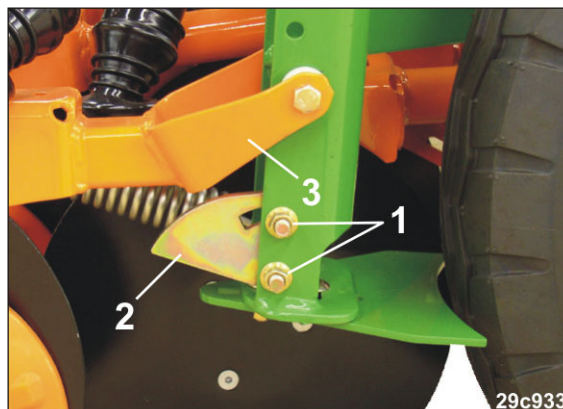

Рис. 178
2. Послабте гайки (Рис. 178/1).
3. Налаштуйте глибину закладення посівного матеріалу зовнішнього сошника (Рис. 178/3) обертаючи дисковий кулачок (Рис. 178/2).